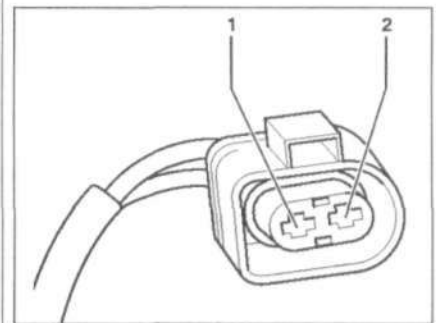

Рис. 7.70. Присоедините к контактам 1 и 2 разъема проводки и измерьте напряжение.
4. Если заданное значение достигается, присоедините к контактам 1 и 2 разъема проводки и измерьте напряжение (рис. 7.70). Запустите двигатель и оставьте его работать на холостом ходу. **Спецификационное значение:** как минимум 4.5 В.
7. Проверьте провод между тестером и разъемом на разрыв цепи: контакт 1 и гнездо 2, контакт 1 и гнездо 28, контакт 2 и гнездо 3 (рис. 7.70). **Заданное значение:** 1.5 Ом;